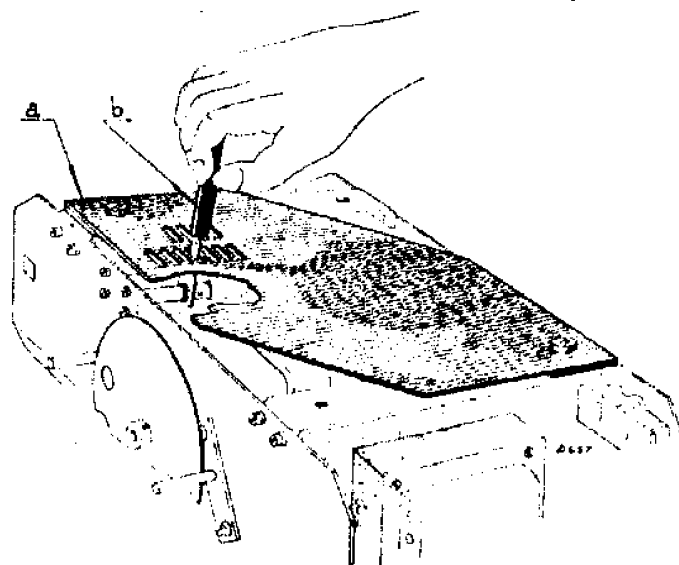

Fig. 7
2. Instelplaat tegen chassis schroeven (fig. 7).